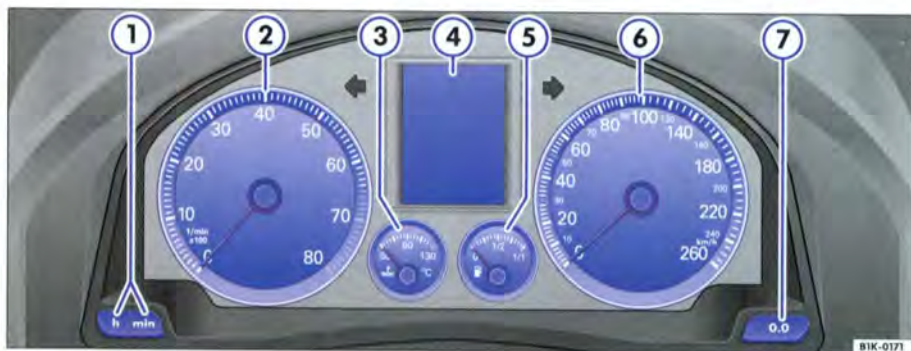

Fig. 3 Détail du tableau de bord : combiné d'instruments
Le début de la zone rouge du compte-tours ⇒ page 8, fig. 3 ② représente, pour chaque vitesse, le régime maximal autorisé du moteur rodé et à sa température normale de fonctionnement. Il est recommandé d'engager la vitesse immédiatement supérieure, de placer le levier sélecteur en position **D** ou de lever le pied de l'accélérateur avant que l'aiguille n'atteigne cette zone.
Le totalisateur situé à droite ③ enregistre les trajets partiels. Le dernier chiffre du totalisateur partiel indique les hectomètres. Vous pouvez remettre le totalisateur partiel à zéro en appuyant sur le bouton de remise à zéro  ⇒ page 8, fig. 3 ⑦.